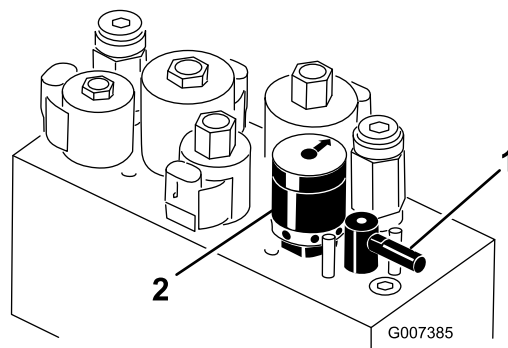

図 61
5. バックラップレバーを R 位置にセットする (図 61)。
6. リール速度セレクタを 1 にセットする (図 61)。